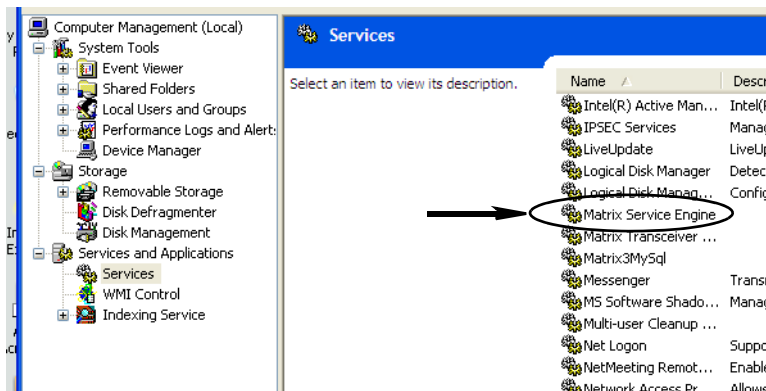

FIG. 37
- d. Fare doppio clic su Matrix System Engine sull'elenco dei Servizi (FIG. 37).